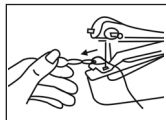

Abb. 12
- 4] Ziehen Sie die Einfädelhilfe mitsamt Faden von hinten nach vorn durch das Nadelöhr (*siehe Abb. 12*). Entfernen Sie die Einfädelhilfe.